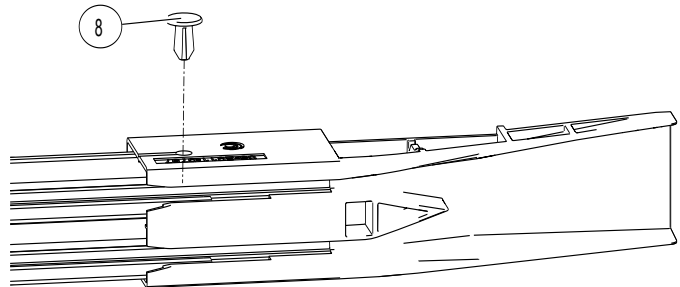

図 22: エキスパンディングリベットを穴に打ち込む
- 拡大リベットをプラスチックハンマーで穴に打ち込みます（図22参照）。